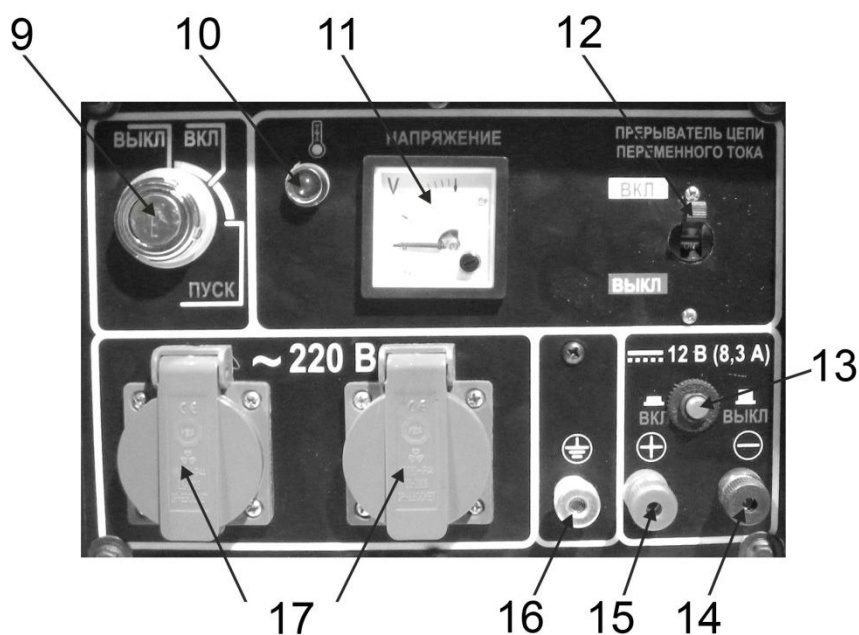

Рис. 1
- Запуск двигателя осуществляется ручным стартером, при помощи рукоятки (3)(См. Рис.1), или же электрическим стартером, при помощи ключа зажигания.
- С помощью воздушного фильтра производится очистка воздуха, поступающего в двигателя. Для проведения технического обслуживания воздушного фильтра, он снабжен съемной крышкой (2).
- Розетки (17) предназначены для подключения потребителей однофазного переменного тока, напряжением 220 В.
- Вольтметр (11) предназначен для измерения величины выходного напряжения работающего генератора.
- Соедините разъем заземления (15)(См. Рис.1) на панели управления с заземлителем. Для соединения используется провод, сечением не менее 1,5 мм².
- Противоположный конец провода соединяется с клеммой заземления генератора (16)(См. Рис.1).